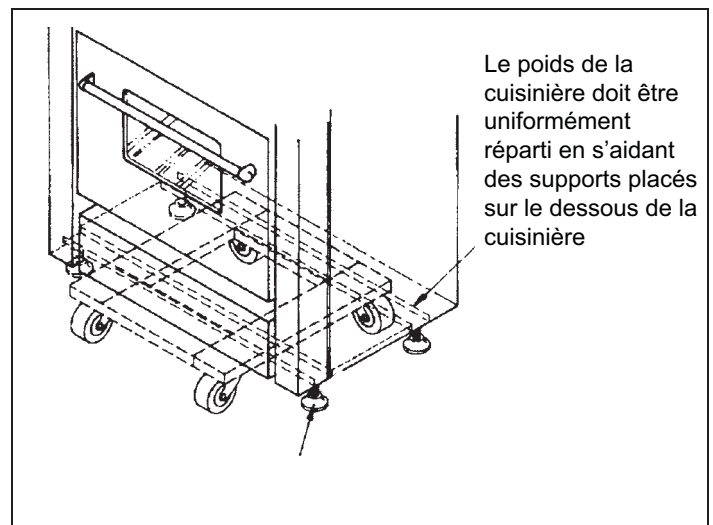

Figure 5 : Mise en place sur la plate-forme à roulettes
- En raison du poids de la cuisinière, il convient d'utiliser une plate-forme à roulettes souples pour la déplacer. Le poids doit être uniformément réparti sur la plate-forme (voir Figure 5).
- Remettez la base. **Il est important que les deux (2) vis qui maintiennent la base soient solidement fixées pour éviter tout contact accidentel avec les surfaces chaudes.**